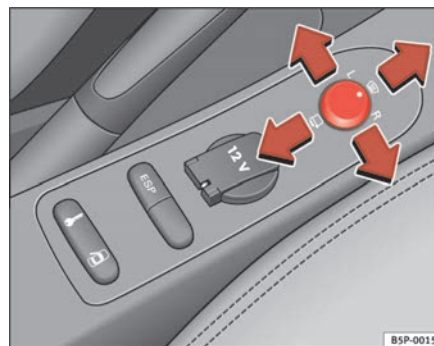

Fig. 90 Regolazione degli specchi retrovisori esterni ►
1. In primo luogo, ruotare la manopola ⇒ pag. 129, fig. 90 portandola nella posizione **L (specchietto esterno sinistro)**.
- Per riscaldare gli specchi retrovisori e per attivare la funzione parabrezza riscaldabile* nella zona di riposo delle spazzole, girare il comando in avanti sulla posizione centrale ⇒ pag. 129, fig. 90  ⇒ pag. 125.
- Per far ripiegare su se stessi gli specchietti esterni si deve ruotare la manopola ⇒ pag. 129, fig. 90 portandola nella posizione . Si consiglia di richiudere sempre gli specchietti esterni quando si porta il veicolo all'autolavaggio, altrimenti potrebbero danneggiarsi.